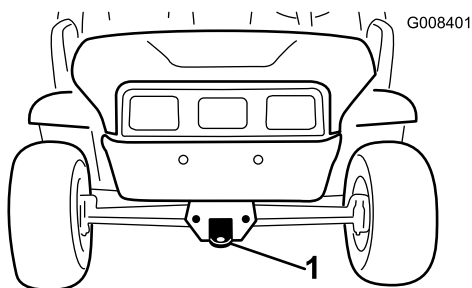
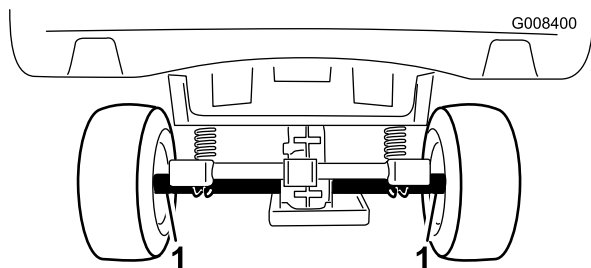

Рисунок 21
Рисунок 22
Для перемещения машины на большие расстояния используйте прицеп. Убедитесь, что машина надежно закреплена на прицепе. Местонахождение точек крепления машины показано на Рисунок 22 и Рисунок 21.
2. Прикрепите буксирный трос к сцепному устройству в передней части рамы машины (Рисунок 21).